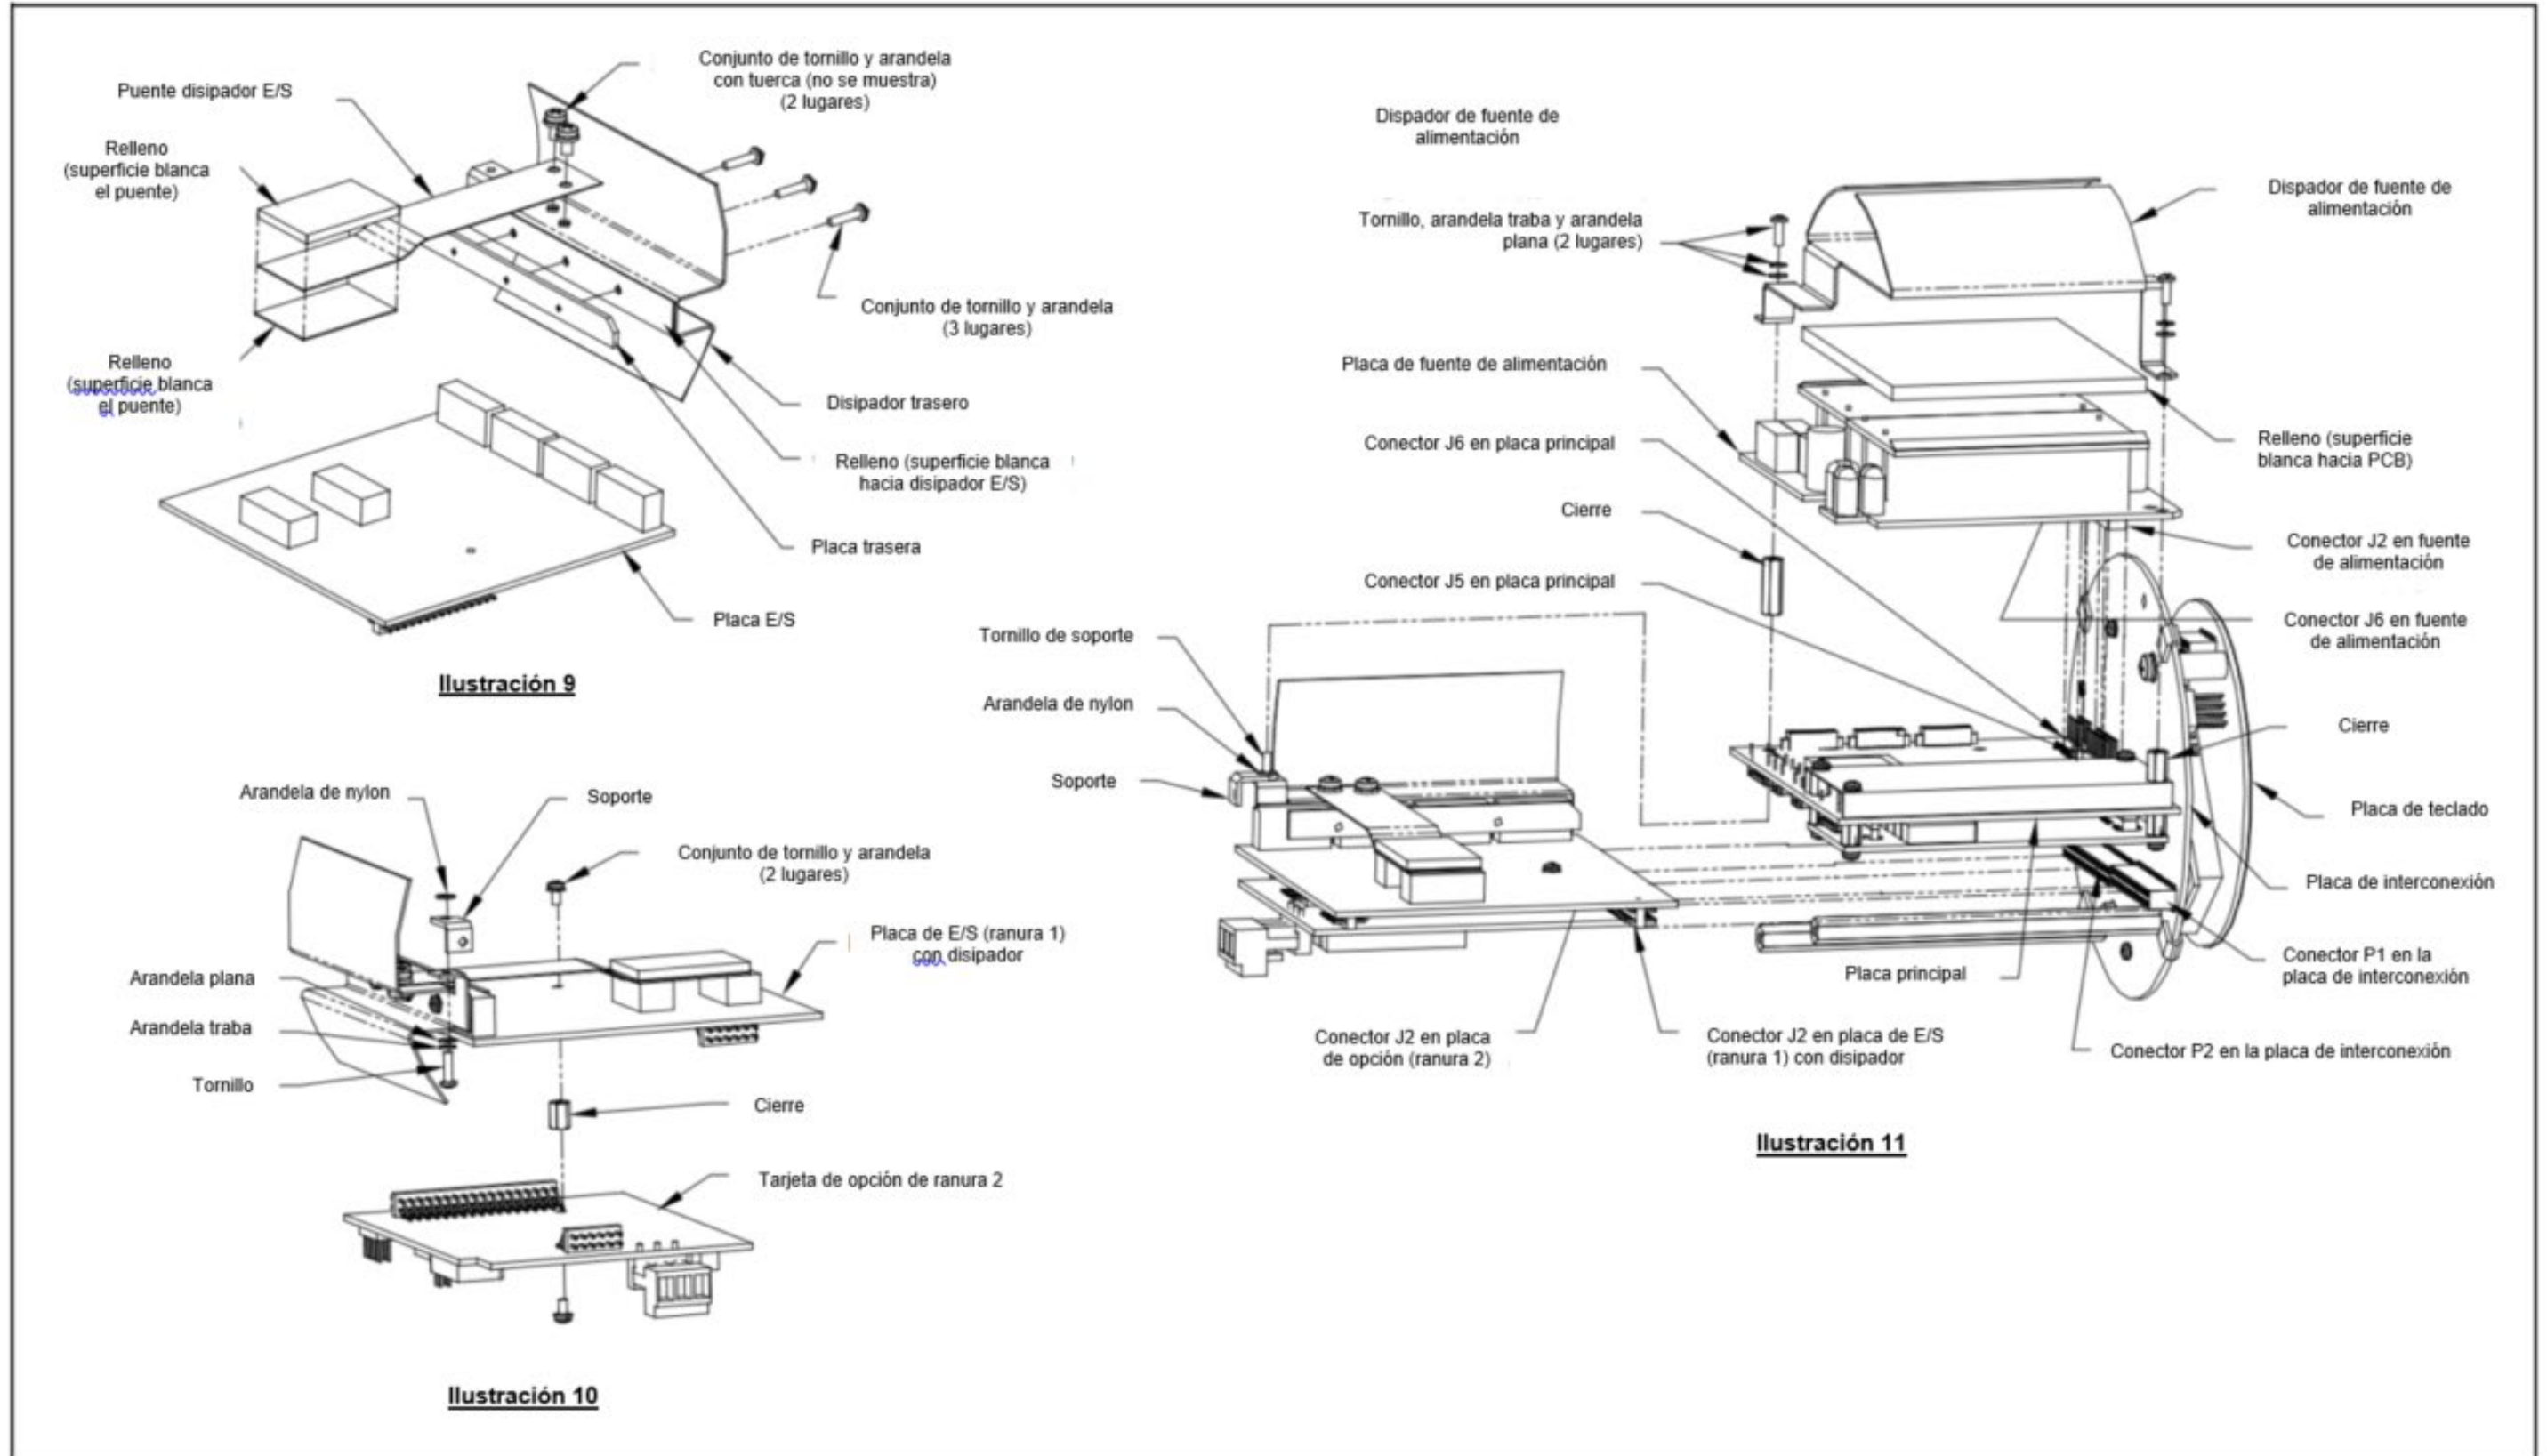

Figura 8: Subconjunto de la tarjeta opcional de E/S del modelo XGM8681
Para instalar una tarjeta opcional, consulte las Ilustraciones 9, 10 y 11 de la Figura 8 en la página 35 y siga los pasos siguientes:
3. Retire el tornillo del soporte angular de la placa base, como se muestra en la Ilustración 11 de la Figura 8 en la página 35.
**Nota:** *Para acoplar un disipador de calor opcional a una tarjeta opcional de E/S, consulte la página 30. Cuando el XGM868i incluye tanto una tarjeta de E/S (ranura 1) como una tarjeta opcional (ranura 2), las dos tarjetas deben fijarse entre sí con el hardware que se muestra en la Ilustración 10 de la Figura 8 en la página 35. Fije previamente la arandela de nylon al tornillo antes de insertar las placas en el conjunto.*
Si necesita acoplar un disipador de calor opcional a una tarjeta opcional de E/S (las opciones TI, TR, FI o FR del Apéndice B de la *Guía de inicio*), consulte la Ilustración 9 de la Figura 8 en la página 35 y complete los siguientes pasos:
1. Oriente la(s) almohadilla(s) térmica(s) al disipador de calor como se muestra en la Figura 8 en la página 35 y colóquela(s) en el disipador de calor.
La mayoría de los procedimientos de sustitución de piezas descritos en este capítulo requieren la extracción del conjunto de la placa de circuitos de la caja del sistema electrónico. Además, la mayoría de los procedimientos requieren diversos grados de desmontaje del conjunto de placa de circuitos. Consulte la Figura 8 en la página 35 y siga las instrucciones de esta sección para montar el conjunto de la placa de circuitos y/o instalarlo en la caja del sistema electrónico.
Si el conjunto de placa de circuito ha sido desmontado en cualquier grado, complete los pasos siguientes. De lo contrario, vaya directamente a *Instalación del conjunto de la placa de circuitos* en la página 32. Consulte la Figura 8 en la página 35 y siga los pasos siguientes:
1. Si es necesario, vuelva a colocar el soporte angular en la placa principal, inserte el tornillo (con arandela plana y arandela de seguridad) y atorníllelo en el separador de la placa principal. Consulte la Ilustración 11 de la Figura 8 en la página 35.
3. Fije la tarjeta de alimentación y el disipador de calor a la placa principal volviendo a instalar los tornillos, las arandelas planas y la arandela de seguridad que retiró anteriormente de las esquinas de la tarjeta de alimentación. Consulte la Ilustración 11 de la Figura 8 en la página 35.